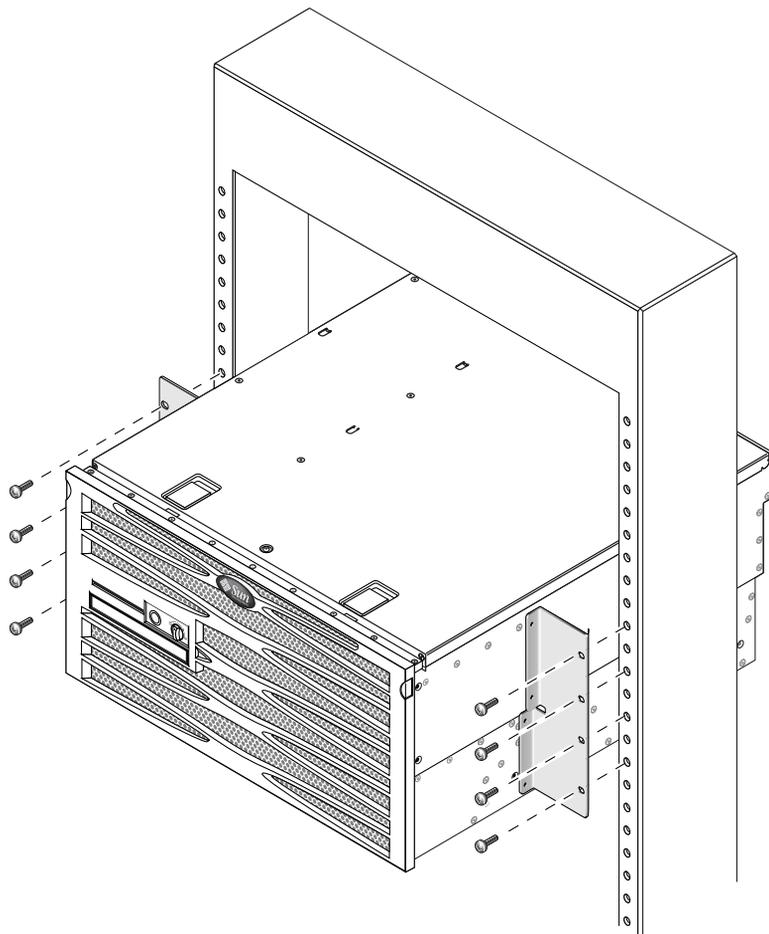

FIGURA 3-25 Fijación de la parte frontal del servidor al bastidor
4. Con cuatro tornillos por cada lado, fije los soportes de montaje fijo frontales acoplados a los lados del servidor en la parte frontal del bastidor (FIGURA 3-25). El tamaño de los tornillos varía según el bastidor.